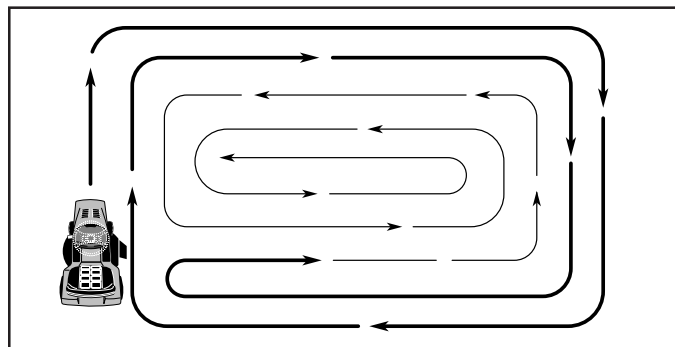

FIG. 7
- Pour tondre une grande surface, on vous conseille de commencer par tourner à droite, de façon à ce que l'herbe ne soit pas déversée sur les arbustes, les clôtures, les allées, etc. Après un ou deux tours, tondez en sens inverse en tournant à gauche jusqu'à ce que le travail soit achevé (Voyez la Fig. 7).